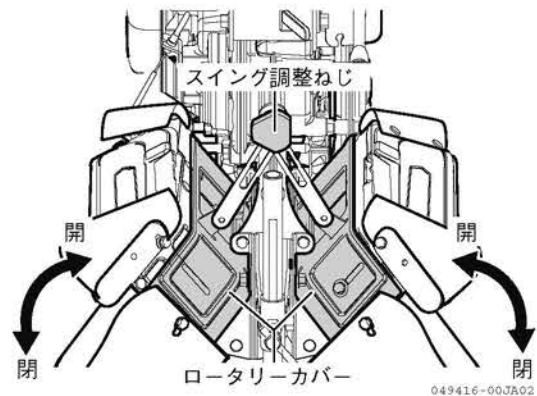

図 3-3 ロータリーカバーの開閉
2. 左右のロータリーカバーをそれぞれ好みの角度に調整します。(図 3-3)